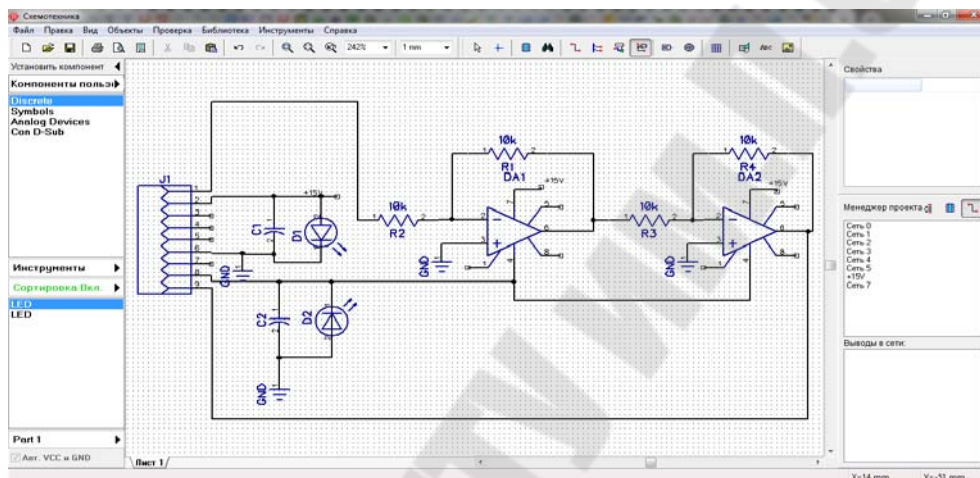

Рис. 3.1. Окно приложения Схемотехника
Рассмотрим процесс создания схемы, представленной на рис. 3.1.
2.1. Повторите пп. 1.1–1.6 и создайте схему, представленную на рис. 3.1, и преобразуйте в плату.